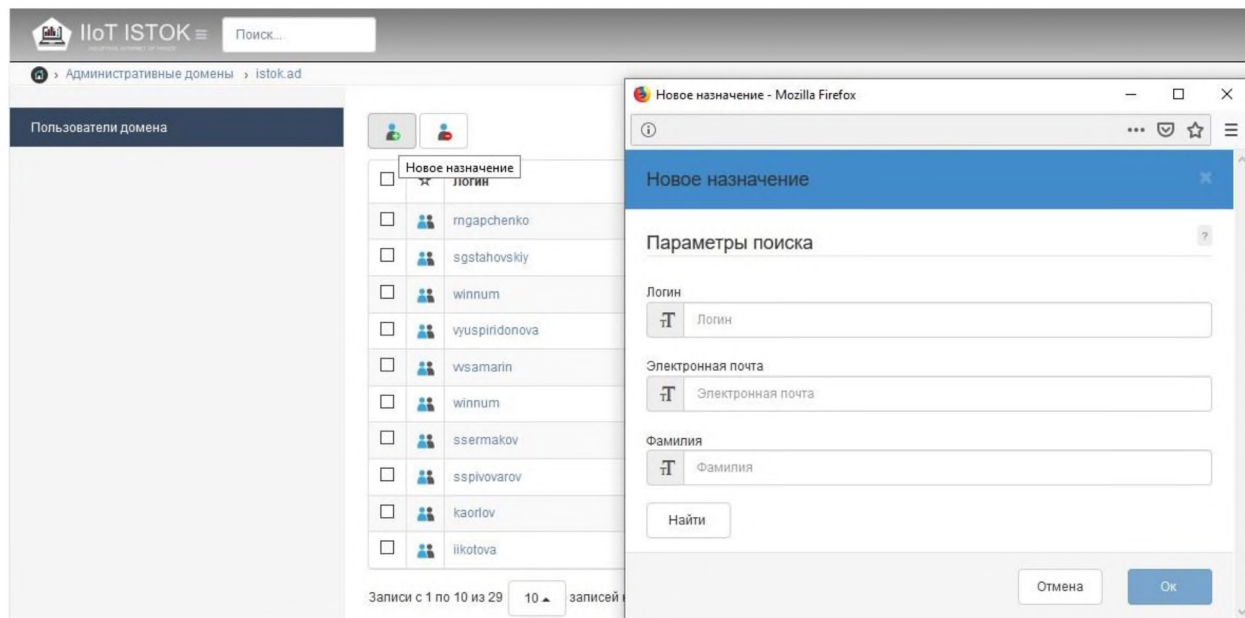

Рисунок 9 – Добавление пользователей в домен
- 4) Нажмите **Найти**, выберите пользователей и нажмите **ОК** (рис. 9).